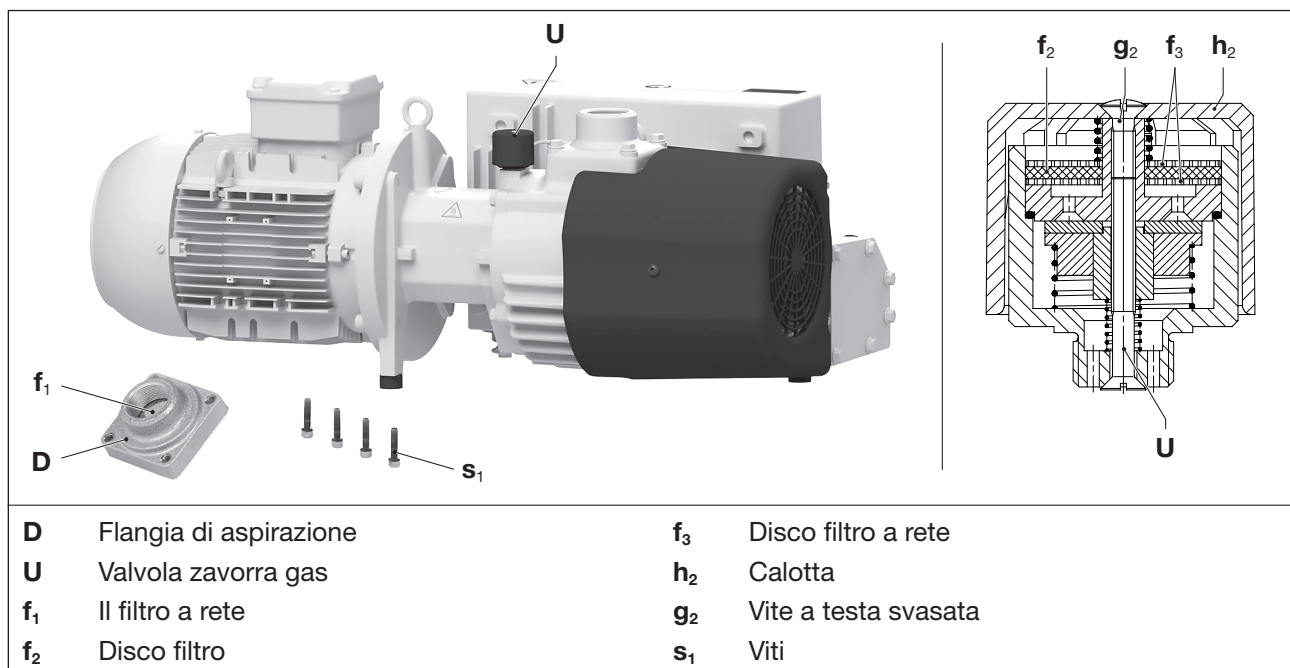

Fig. 6 Filtro a rete e valvola di zavorramento gas
Il filtro a rete (Fig. 6/f₁) deve essere lavato o soffiato più o meno frequentemente in base al grado di sporcizia, oppure deve essere sostituito.
- Rimuovere la flangia di aspirazione (Fig. 6/D) dopo aver allentato le viti (Fig. 6/s₁).
- Pulire il filtro a rete (Fig. 6/f₁).
- Applicare la flangia di aspirazione (Fig. 6/D) e fissarla con le viti (Fig. 6/s₁). Coppia: 35 Nm
Le pompe funzionano con una valvola zavorra gas (Fig. 6/U). Il disco del filtro (Fig. 6/f₂) e i dischi del filtro a rete (Fig. 6/f₃) integrati deve essere pulita in base al grado di sporcizia del mezzo da filtrare con maggiore o minore frequenza. Sulla VCX, pulire le parti del filtro di entrambe le valvole del gas zavorra.
- Allentando la vite a testa svasata (Fig. 6/g₂) e rimuovendo il cappuccio di plastica (Fig. 6/h₂), le parti del filtro possono essere rimosse per la pulizia.
- Pulire il disco del filtro (Fig. 6/f₂) e i due dischi del filtro a rete (Fig. 6/f₃) con soffiaggio o sostituirla.
- Posizionare il disco del filtro (Fig. 6/f₂) tra i dischi del filtro a rete (Fig. 6/f₃) e inserire nella valvola. Applicare il cappuccio di plastica (Fig. 6/h₂) e fissarla con la vite a testa svasata (Fig. 6/g₂). Stringere la vite a mano.